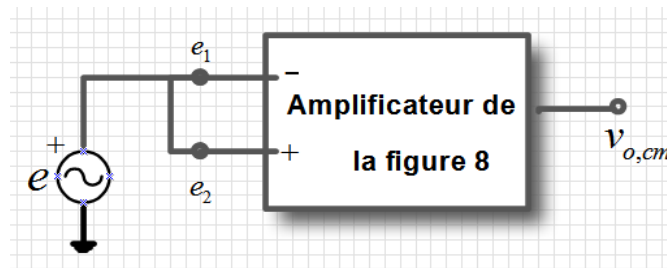

FIG. 11 – Mesure du gain en mode commun
1. Réaliser le montage de la figure 11. La tension commune aux deux entrées est sinusoïdale de fréquence $1kHz$ et d'amplitude $7.07V_{eff}$. Visualiser à l'oscilloscope les signaux d'entrée et de sortie sur CH1 et CH2 respectivement et mesurer le gain $G_{cm} = v_{o,cm}/e$ (crête-à-crête).